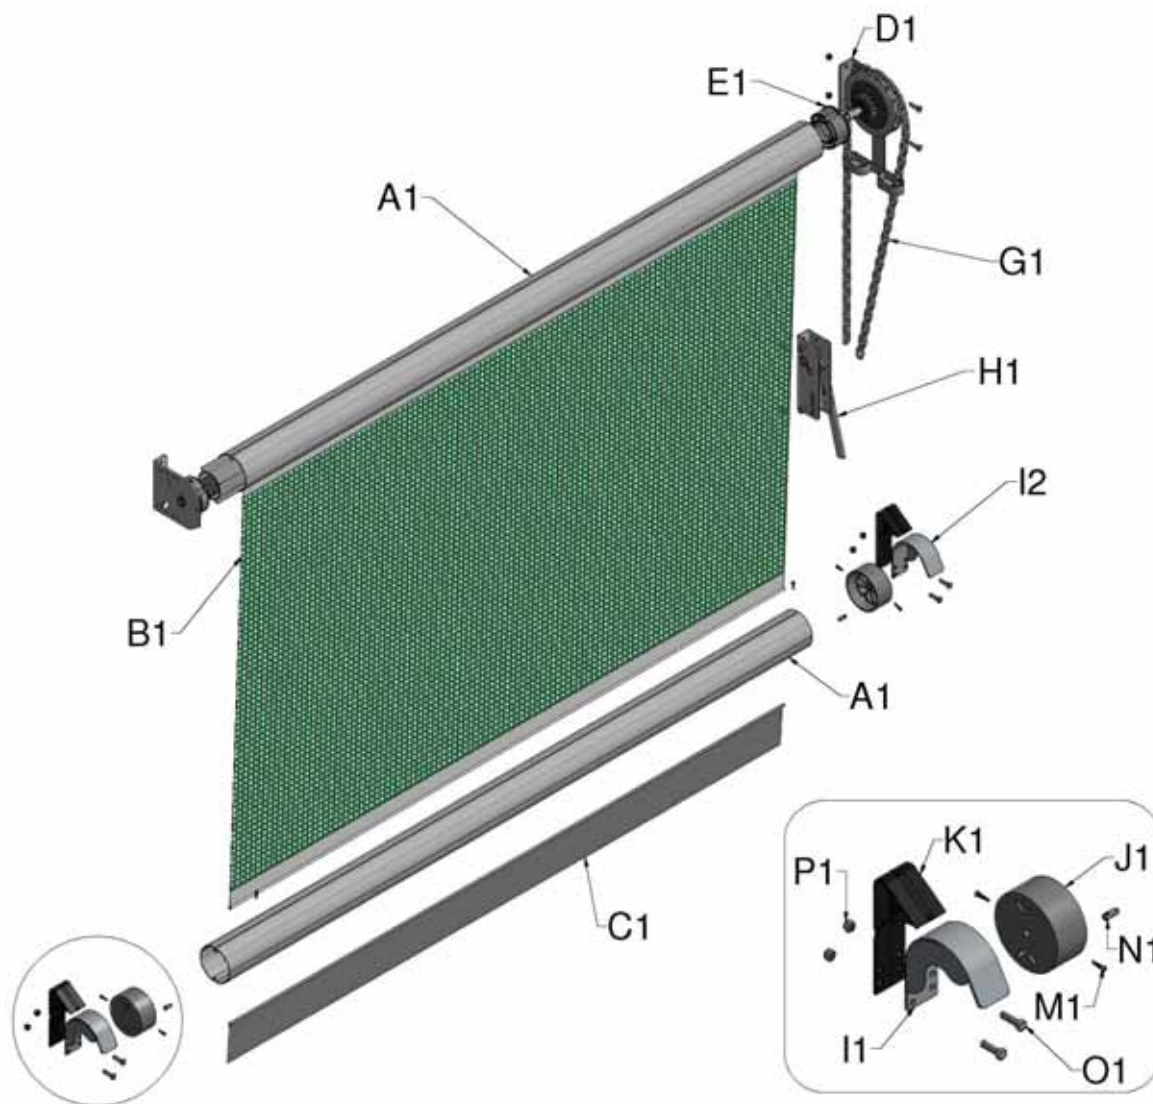

Figure 1, Vue d'ensemble du système et composants individuels
1. Vérifiez le contenu de votre porte par rapport à la nomenclature des pièces de la figure 1. Ne laissez pas le matériau de l'écran entrer en contact avec des objets ou bords coupants.